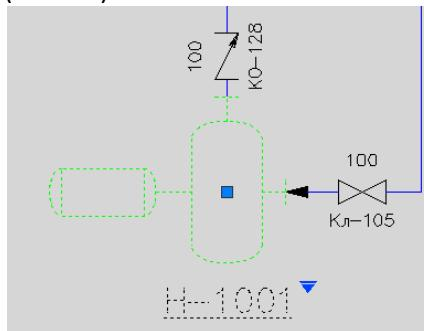

Рис. 22
- при перемещении оборудования за ним автоматически «следуют» линии. Убедитесь в этом, передвинув насос **H-1001** влево. Для этого щелкните на насосе левой кнопкой мыши и, «ухватившись» за «ручку» в виде синего квадрата, передвиньте насос влево (Рис. 22).